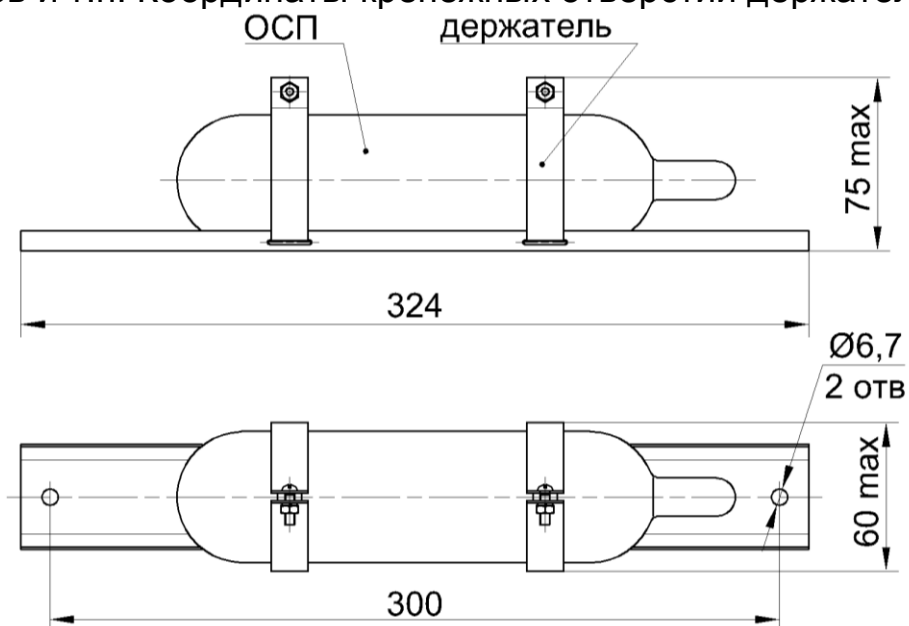

Рисунок 2.3 - ОСП с держателем М
- М - для подвижного состава метрополитена, см. рис. 2.3;
6.5 ОСП с держателем М монтируются на защищаемом объекте при помощи шурупов, болтов и т.п. Координаты крепежных отверстий держателей см. рис. 2.3.